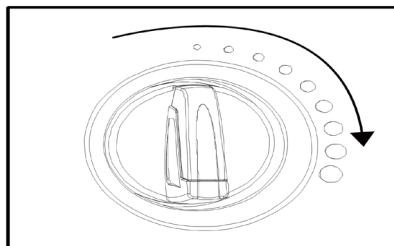

fig. 8
- Knappen (fig. 8) bruges til at regulere flowet af rengøringsopløsningen, når maskinen bruges. Drej med uret for at øge flowet af rengøringsopløsningen.